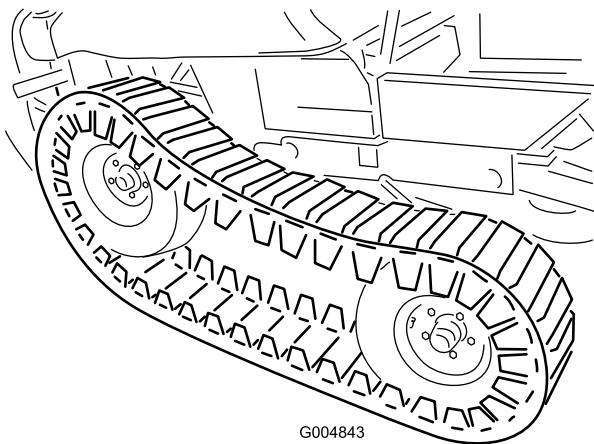

Рисунок 120
48. Вместе с помощником поднимите переднюю часть гусеницы на достаточную высоту, чтобы установить передние колеса (Рисунок 120).